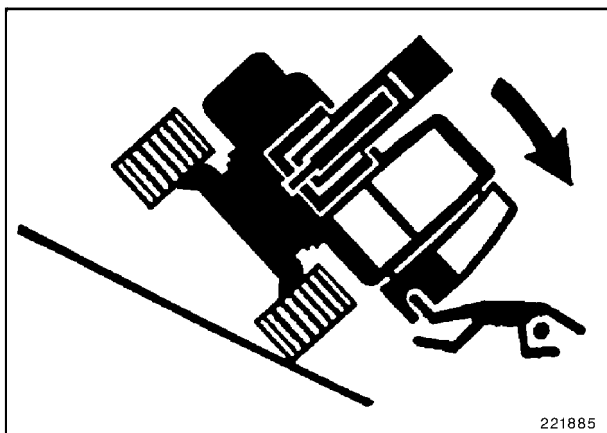

Fig. 16
- Tenga cuidado al trabajar en pendientes (Fig. 16).